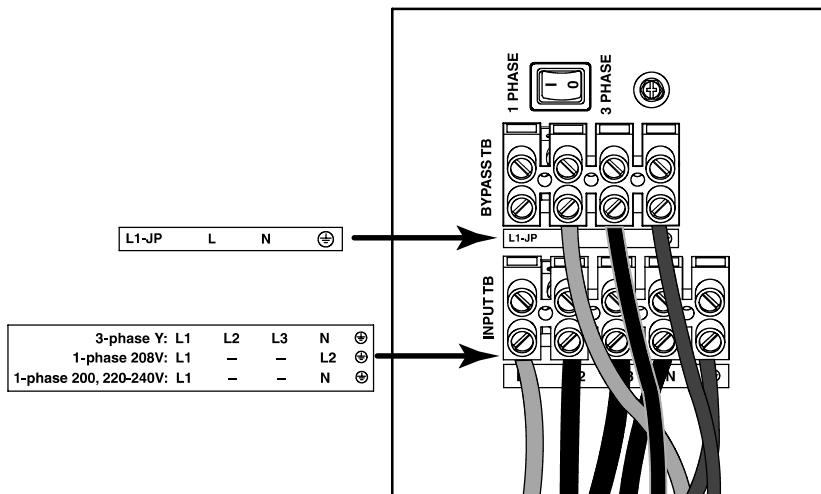

Рисунок 31. Двойной ввод (трехфазный)
Для трехфазного варианта с двойным вводом (см. рис. 31) удалите перемычку, соединяющую выводы L1-JP и L, таким образом, чтобы позже в ходе работы можно было подвести второй вывод к входной клеммной колодке байпаса. Поддерживается только ввод типа Y (звездообразный, 5-проводной). Вход дельта (4-проводной) НЕ поддерживается. Подсоедините трехфазный ввод 380–415 В L к L, а ввод 220–240 В L – к N. Ввод 208/120 В НЕ поддерживается.
- 12.** Установите селекторный переключатель в положение, соответствующее однофазному или трехфазному режиму. См. рис. 31 на стр. 28 для определения местоположения переключателя.